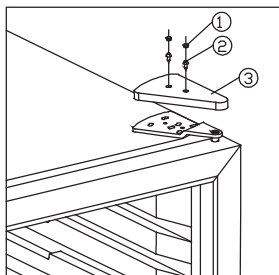

fig. 5.1
- Fjern gummipropperne (1). Se fig. 5.1
- Fjern skrue (2) og fjern hængselsafdækningen (3)